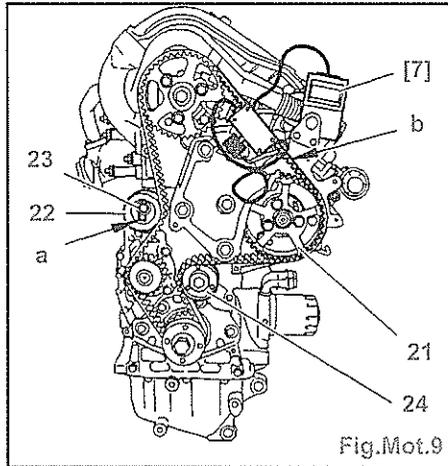

Fig.Mot.9
- Agir sur le galet tendeur (22) par son carré «a», pour vérifier la libre rotation des pignons de pompe d'injection et d'arbre à cames (Fig.Mot.9).